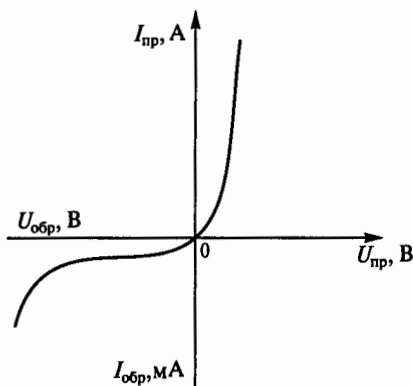

Рис. 182
7.11. Чем объясняется нелинейность вольт-амперной характеристики  $p-n$ -перехода (рис. 182)?